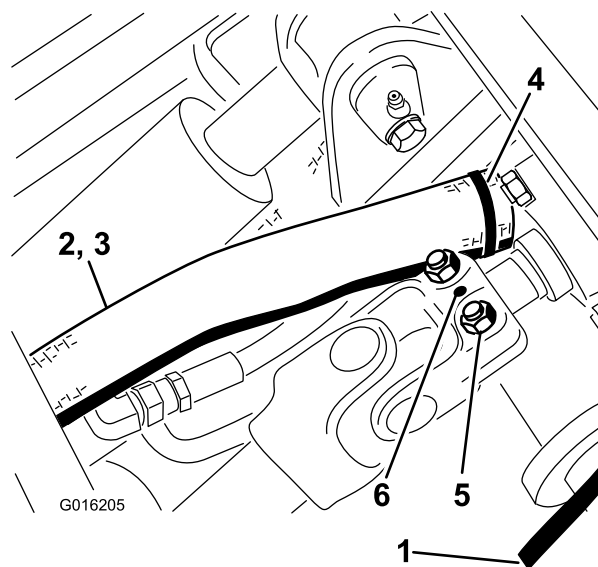

Figura 112
22. Conecte el árbol de transmisión al eje de la caja de engranajes del bastidor de invierno, y apriete los pernos (5/16 pulgada) a 20–25 N-m (175–225 pulgadas-libra). Instale el pasador cilíndrico (Figura 112).